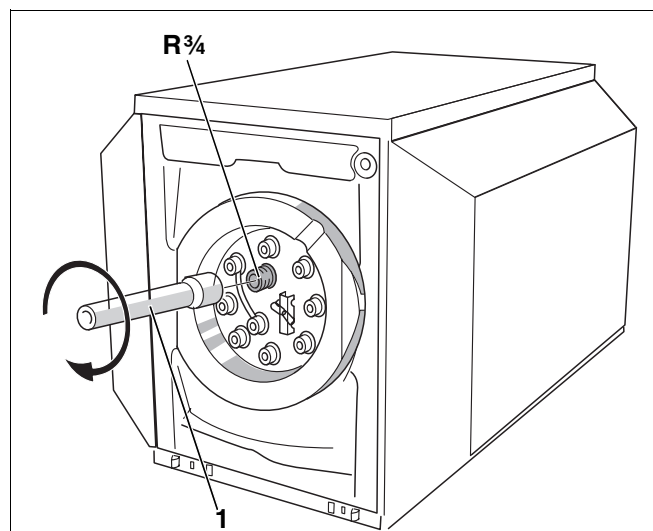

Рис. 6 Установка трубы для транспортировки (передняя сторона бака)
- Изготовить трубу для транспортировки (рис. 6, поз. 1) с муфтой Rp $\frac{3}{4}$.